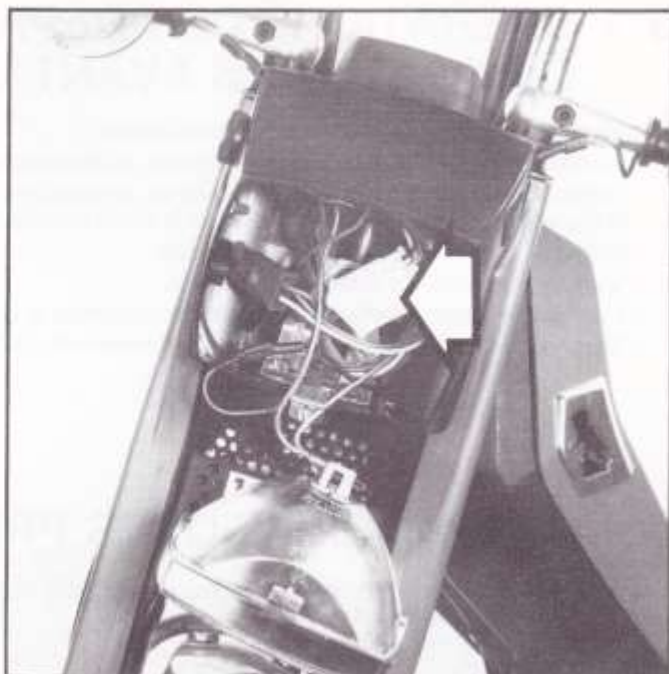

Fig. 10
- Raccorder le porte-clip sur le porte-languettes de la canalisation principale, à l'intérieur du phare (fig. 10),